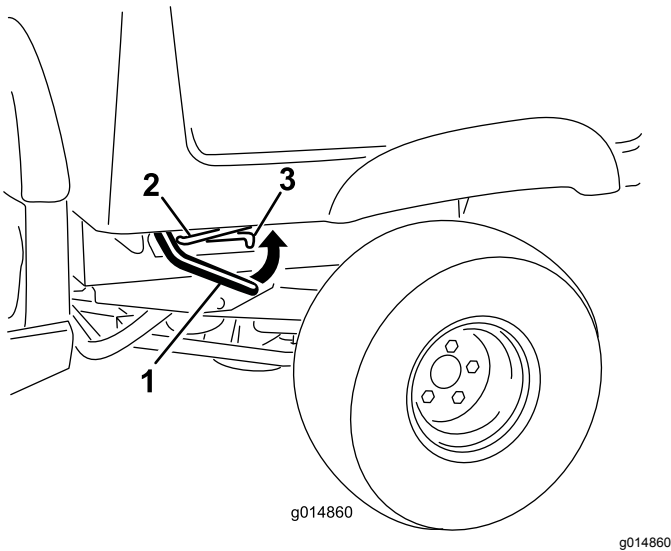

Figure 3
1. Levez le levier de verrouillage de chaque côté de la machine, près du coin avant du plateau, et levez complètement le plateau (Figure 3).
2. Bloquez le plateau en tirant la béquille dans le cran de verrouillage arrière au bout de la fente située dans le côté gauche de la machine (Figure 3).
8. Levez le levier de verrouillage de chaque côté de la machine, près du coin avant du plateau (Figure 3).